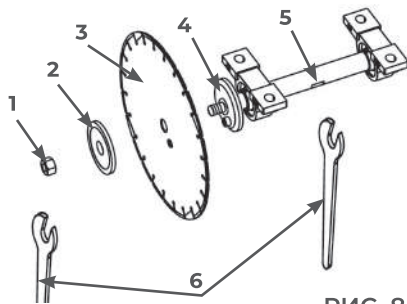

РИС. 8
- Совместите отверстия и наденьте режущий диск (3) на внутреннюю шайбу (4) и головку фиксирующего болта (3) и зафиксируйте его гайкой М6 (5) (Рис. 8).
- Установите внешнюю шайбу (2) и навинтите гайку крепления (1) (левая резьба – вращайте против часовой стрелки для затяжки).
- Надежно затяните гайку ключом, удерживая вал от проворачивания вторым ключом за лыску (5) (Рис. 8). Убедитесь в надёжности крепления.